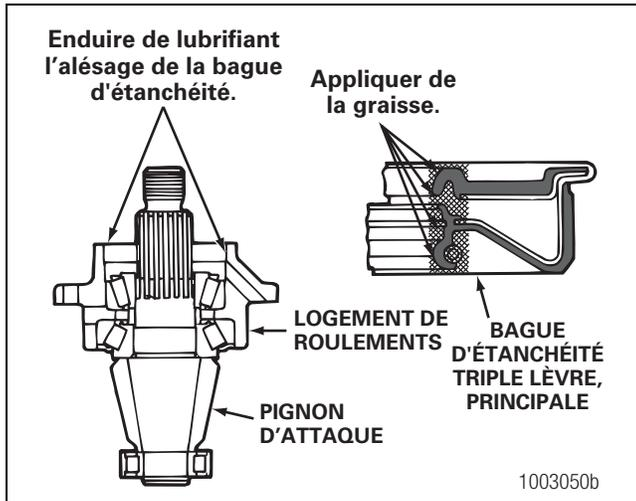

Figure 5.27
- A. Enduire la surface externe de la bague d'étanchéité et l'alésage du logement de roulements d'huile à engrenages du pont. Figure 5.27.